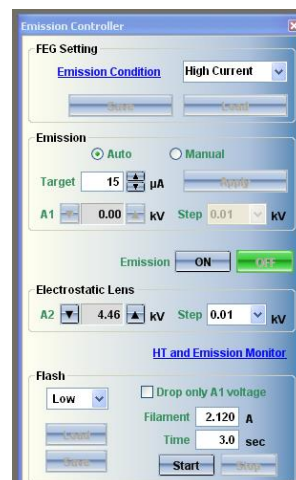

Figura 11
1) Al comienzo de la sesión es necesario hacer un “flash” (calentamiento local) del filamento. En la parte inferior de la ventana “Emission Controler” (figura 11), se encuentra el desplegable que indica “Low” o “High”. Seleccionar “High” al comenzar la sesión de trabajo. Durante el resto de la sesión se utilizará la opción “Low” cuando sea necesario. El “flash”, cuya duración es de unos pocos segundos, se realiza apretando con el ratón en “Start”. Una vez terminado, se deja siempre la pestaña en posición “Low”.
2) Se inicia la emisión del filamento pulsando con el ratón el botón “ON”. La emisión a comienzo de la jornada suele estar en torno a 15 μ A (figura 11).